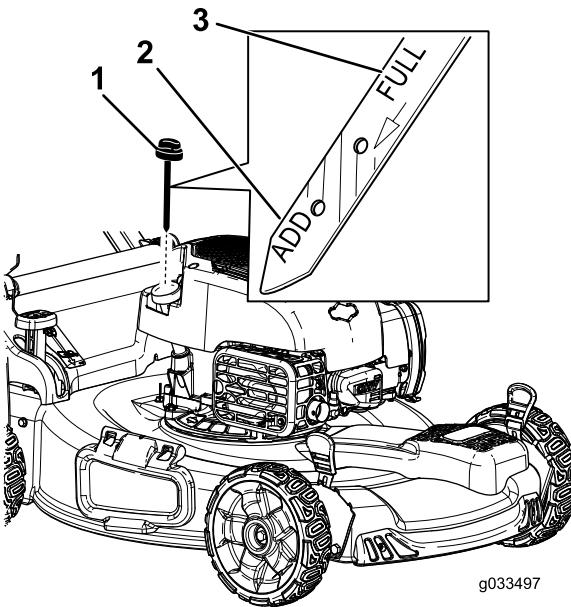

図 25
- キャップを左に回してディップスティックを抜き取る図 25。
10. ディップスティックの目印で油量を点検する図 25。